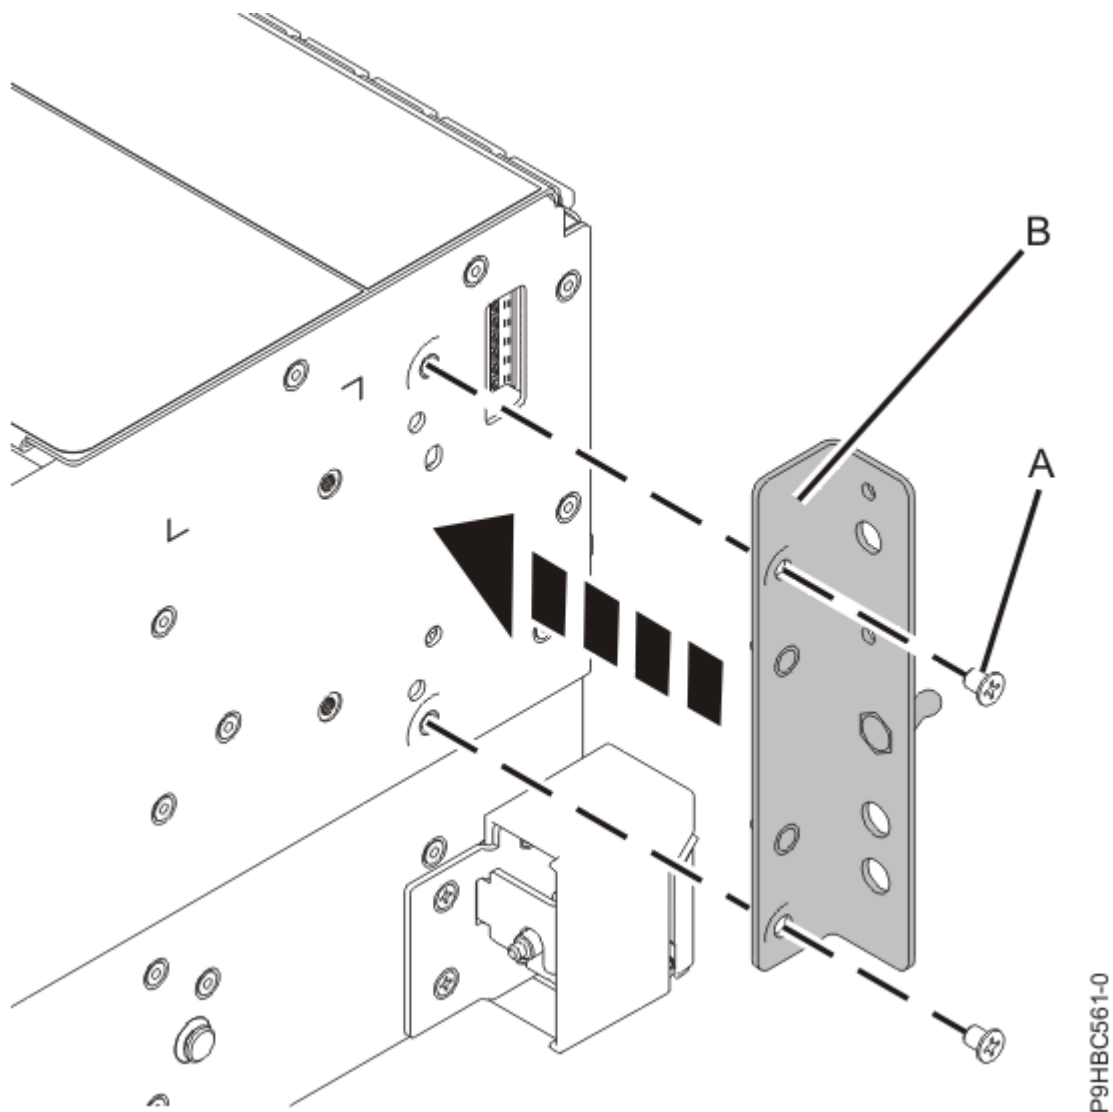

Figure 78. Remise en place de la patte de fixation du panneau de commande
5. Pour un système monté en armoire, fixez la patte **(B)** sur le côté du système à l'aide de deux vis **(A)**, comme illustré à la Figure 78, à la page 83.